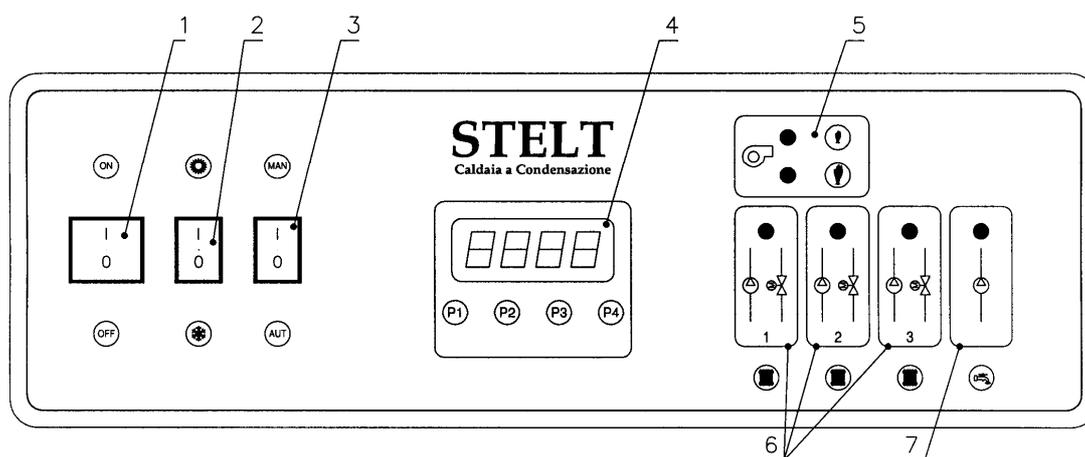

Fig. 2
4.2 ACCENSIONE CALDAIA (Fig. 2)
In caso di guasto della scheda elettronica posizionare l'interruttore 3 (Fig. 2) su "MAN", aprire la porta frontale e regolare la temperatura di caldaia mediante la manopola (1) posta sotto il pannello di comando.